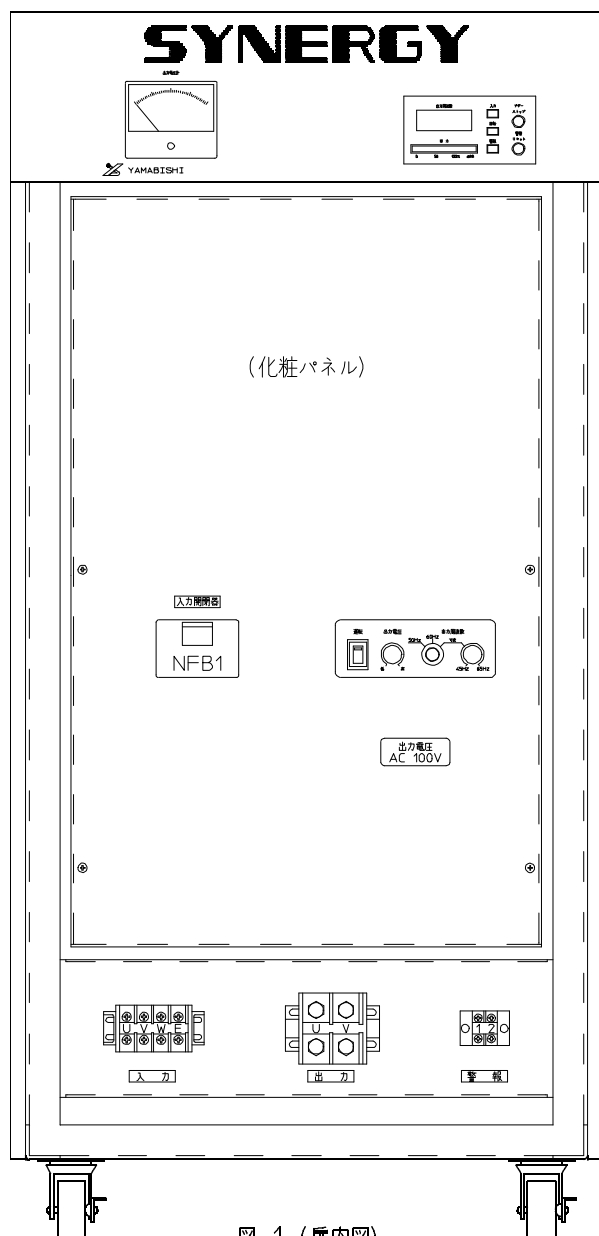
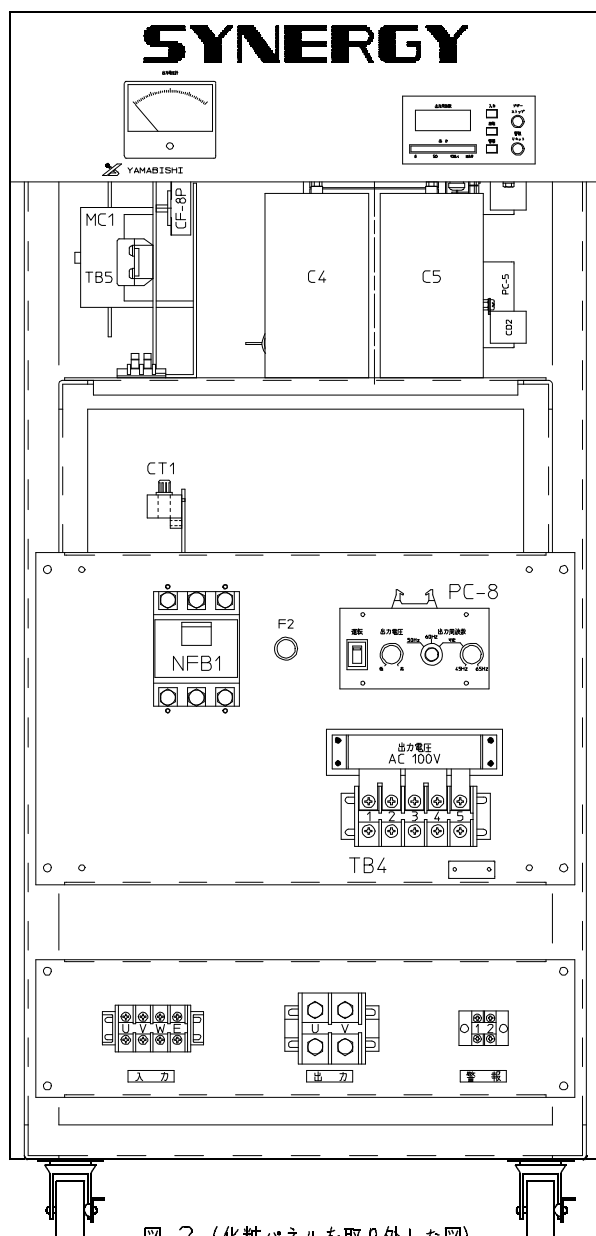
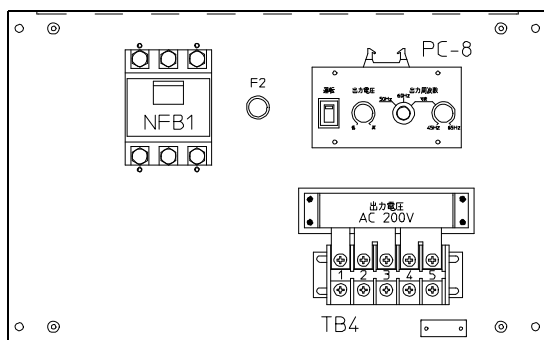

図 1 (扉内図)
図 2 (化粧パネルを取り外した図)
図 3
- 1 図1の化粧パネルを4箇所(M4)ビスを取り外すと、図2の様に出力電圧表示板が現われます。
備考 図2は出力電圧100Vを示し図3は出力電圧200Vを示します。